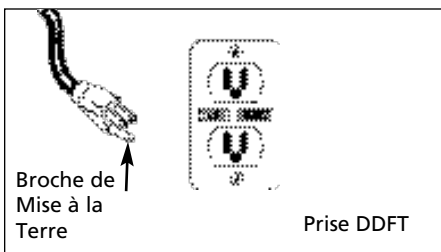

Figure 1
2. Il est recommandé que ce modèle soit branché dans un interrupteur contre le dérangement dû à une mise accidentelle à la terre (DDFT) (Voir Figure 1). Consulter un électricien dans votre quartier pour l'installation et la disponibilité.